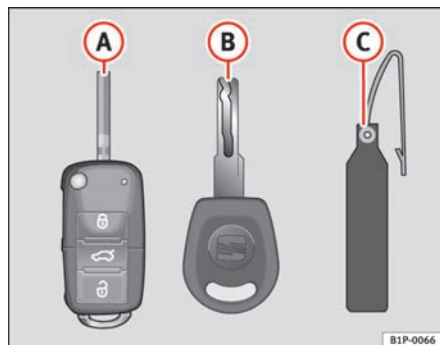

Fig. 63 Jogo de chaves
- uma chave com telecomando ⇒ fig. 63 A com palhetão dobrável,
Só a partir do número da chave na etiqueta de plástico ⇒ fig. 63 B é possível confeccionar um duplicado. Por isso:
- Utilize as duas chaves que são entregues juntamente com o veículo ⇒ página 99, fig. 63, a chave com emissor de radiofrequência  e a chave convencional .